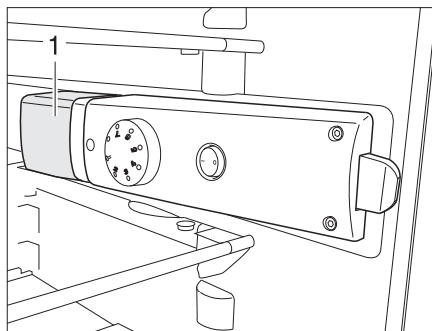

Fig. 287 Lampe du réfrigérateur
- De l'arrière, saisir en dessous du cache de luminaire (Fig. 287,1) et soulever le cache de luminaire d'env. 3 mm.